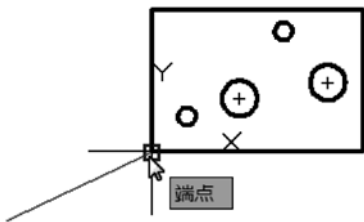
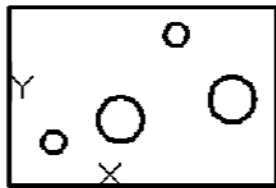

图 5-14 指定将作为新原点的点
图 5-15 指定新原点后
- 2) 指定原点。在“工具”菜单中选择“新建 UCS”→“原点”命令，然后选择如图 5-14 所示的矩形左下角点作为新原点。指定新原点后的效果如图 5-15 所示。